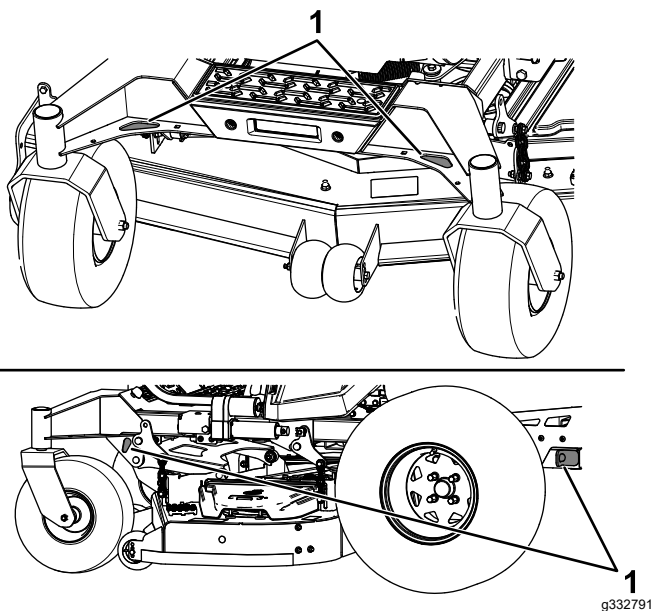

Figura 37
6. Legați maina de lângă roțile pivotante față, folosind curele, lanuri, cablu sau frânhii (Figura 37). Consultați prevederile locale referitoare la fixare.